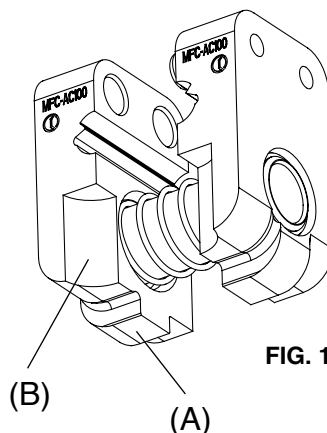

FIG. 1
- Den Sperrhebel (17) öffnen: Die Matrizen öffnen sich und der Leiter wird freigegeben.
2.5) Einführung der Matrizeneinheit (Siehe Bild 1 und 2)
- Der Bolzen (02) rausziehen und die Matrizeneinheit von oben in den Kopf einführen so das die Führung (A) in der Boden des Kopfes einrastet. Die Vertiefung (B) an der Vorderseite der Matrice muss auf das Schneidmesser gerichtet sein.
- Den Bolzen (02) vollständig bis zum Anschlag einführen.